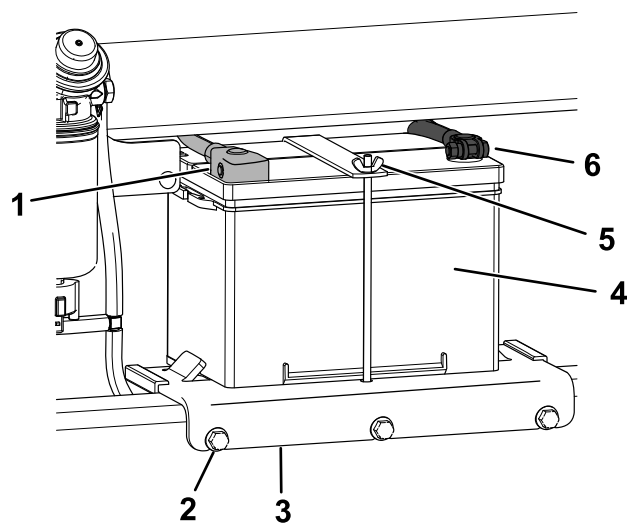

Рисунок 60
6. Отсоедините положительный (красный) кабель от штыря аккумулятора (Рисунок 60). Сохраните крепежные детали.
7. Ослабьте 3 болта крепления поддона аккумулятора и снимите поддон с аккумулятором (Рисунок 60).
4. Отсоедините отрицательный (черный) кабель от штыря аккумулятора (Рисунок 60). Сохраните крепежные детали.
- Поместите аккумулятор на поддон и закрепите его ранее снятыми гайкой-барашком и прижимным стержнем (Рисунок 60).
- Установите поддон аккумулятора на машину и закрепите его 3 болтами (Рисунок 60). Затяните болты с моментом 41 Н·м.
- Используя ранее снятые крепежные детали, подсоедините положительный (красный) кабель к положительному (+) штырю аккумулятора (Рисунок 60).
- Используя ранее снятые крепежные детали, подсоедините отрицательный (черный) кабель к отрицательному (-) штырю аккумулятора (Рисунок 60).